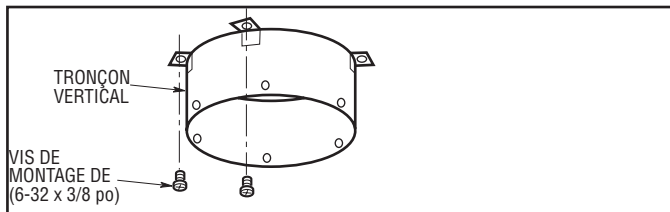

Figure 1. Montage du tronçon vertical
4. Fixer le tronçon vertical à l'aide de quatre vis de montage (fournies) de 9,5 mm (N° 6-32 x 3/8) comme l'indique la figure 1.